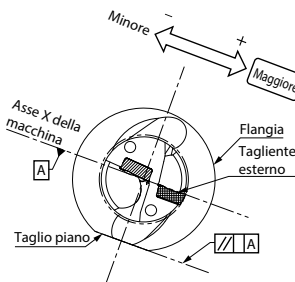
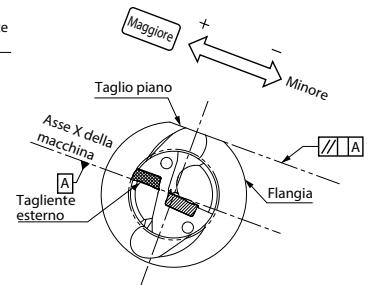

Fig. 2 Inserito esterno rivolto verso l'alto
Fig. 3 Inserito esterno rivolto verso il basso
2. Per aumentare il diametro del foro, far scorrere l'utensile lungo l'asse X verso il lato dell'inserito esterno. (Fig. 2, Fig. 3)